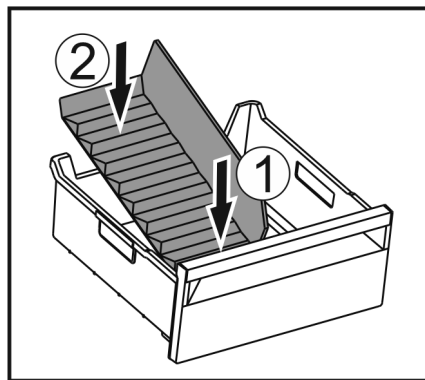

Fig. 100
- Sæt den forreste del af frostrumsadskilleren i. Fig. 100 (1)
- Sæt den bageste del af frostrumsadskilleren ned i skuffebunden. Fig. 100 (2)